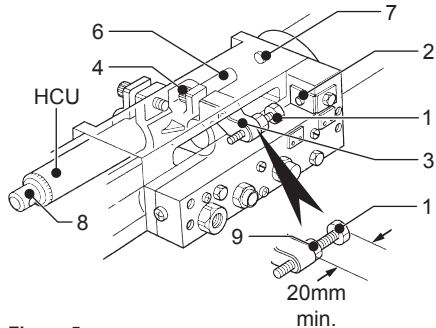

Figura 5
- Utilizzare la Figura 5 (1) per la regolazione della profondità finale.
- Bloccare mediante Figura 5 (9).